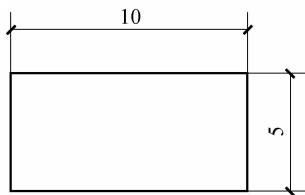

图 5-25 绘制任意矩形
(1)绘制任意矩形,其长宽比例为 2 : 1,假设该矩形长度为 10,宽度为 5,如图 5-25 所示。